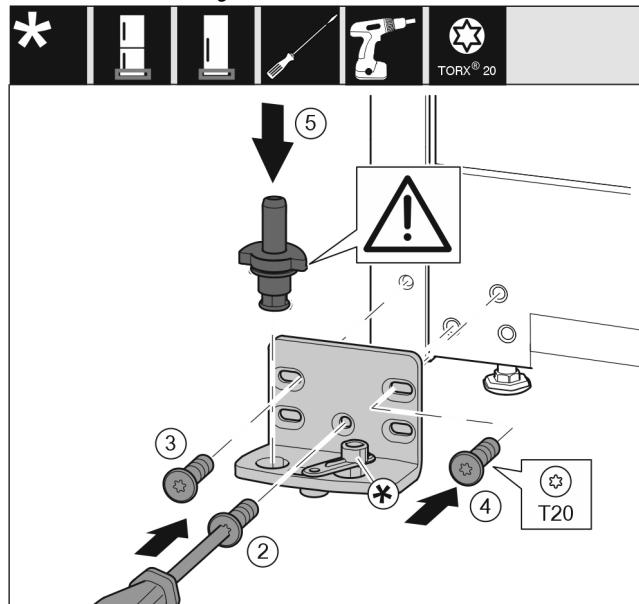

Fig. 15
- Поставете лагерната стойка от другата страна и я завийте с помощта на отвертка T20. Започнете с винт 2 долу в средата. Fig. 15 (2)
- Затегнете винт 3 и 4. Fig. 15 (3,4)
- Вкарайте изцяло лагерния болт. При това обърнете внимание на това, фиксиращата гърбица да сочи назад. Fig. 15 (5)